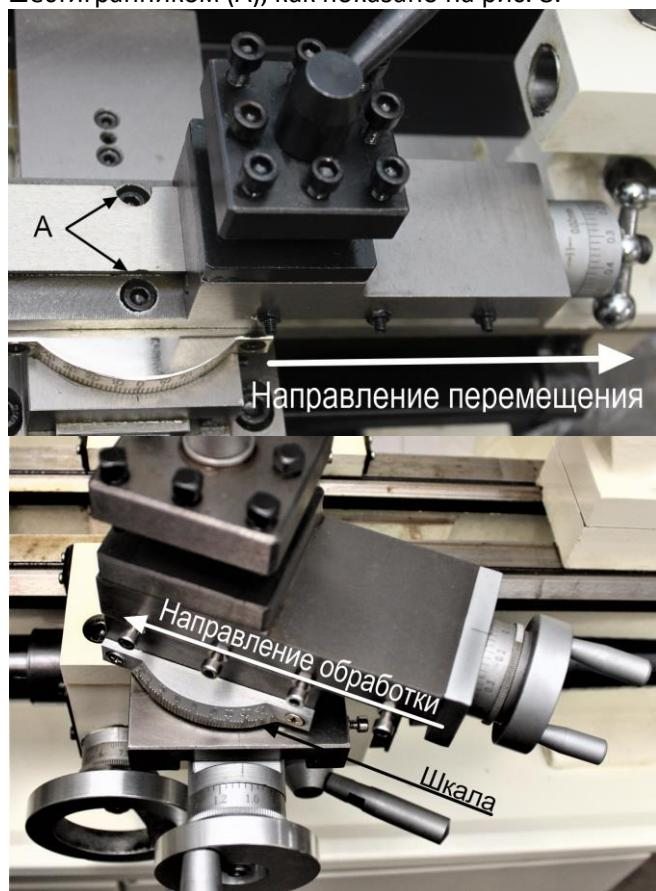

Рис.8
Точение конусов требует задействования верхней каретки, которая установлена на поперечном суппорте и настроена на прямой угол для всех обычных операций. Это отображается на нулевой отметке, на корпусе поперечного суппорта. Чтобы настроить крестовой суппорт таким образом, чтобы режущий инструмент мог проточить конус, сначала переместите суппорт, пока не откроются два винта с внутренним шестигранником (A), как показано на рис. 8.
Конус обрабатывается при помощи соответствующей настройки поперечного суппорта, а затем при использовании ручки продольного суппорта, чтобы подать режущий инструмент в направлении стрелки, как показано на рис. 8.